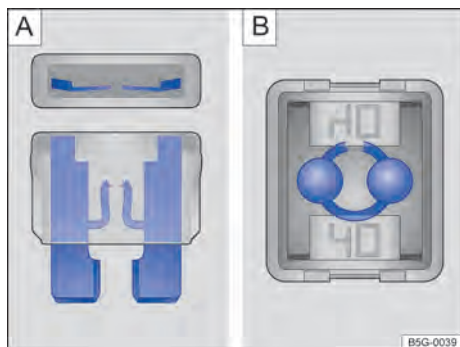

Fig. 146
- Um *fusível plano* (ATO®, MINI®) queimado é reconhecido de cima ou de lado pela carcaça transparente nas faixas metálicas derretidas → Fig. 146 [A].
- Um *fusível de bloqueio* (JCASE®) queimado é reconhecido pelas faixas metálicas derretidas por cima da carcaça transparente → Fig. 146 [B].